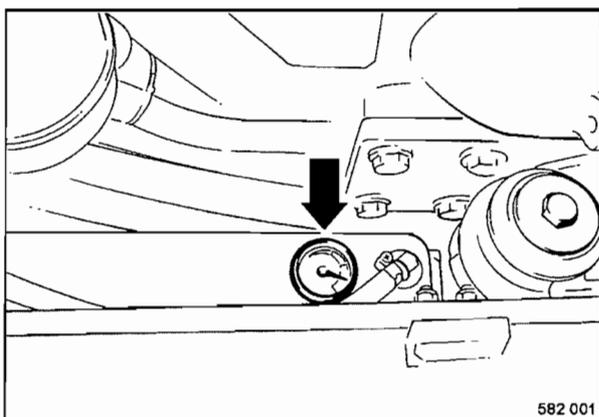

Fig. 58
- Comprobar el nivel del combustible en la indicación de nivel de combustible (Fig. 58).